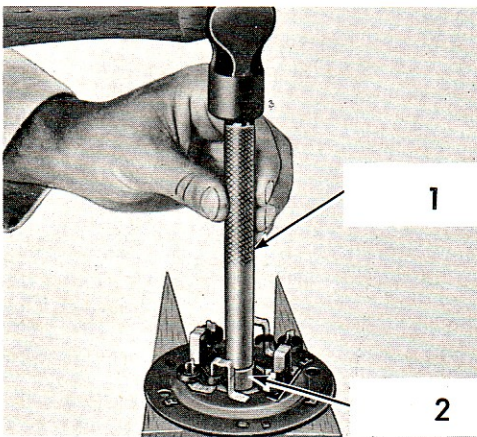

Fig. 43
4. **Démarrateurs Ø115 mm**. Emmancher le coussinet du palier collecteur à l'aide du mandrin N^o. 813 et du manchon N^o. 801. Voir Fig. 43.